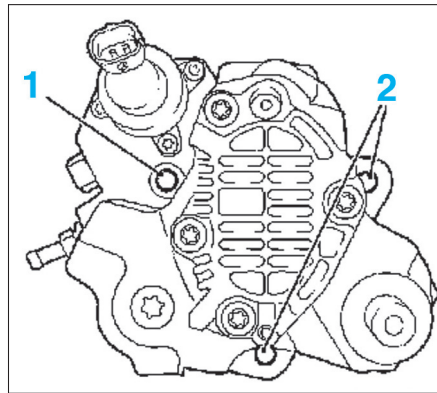

FIG. 25
- Déposer la vis (1) de fixation de la pompe (fig. 25).